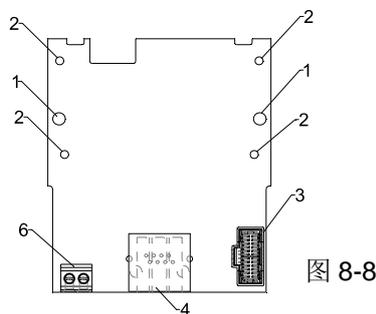
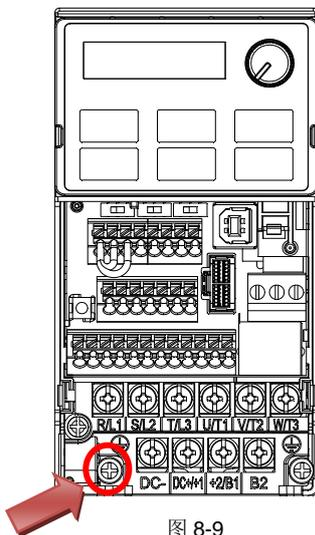
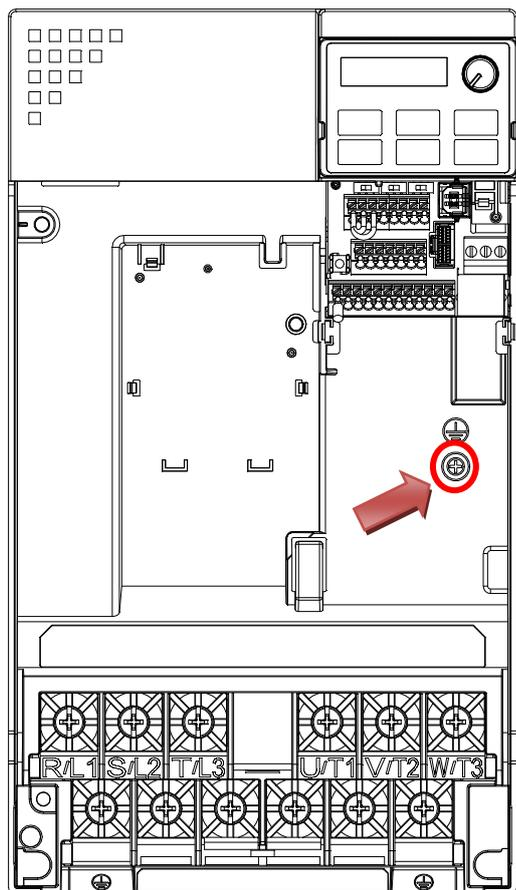

图 8-8
图 8-9
图 8-11
- 接地安装：接地线 B 端连接至配件卡的接地端子台(如图 8-8 配件卡 CMM-MOD01 编号 6 处，其他配件卡的接地端子台请见第八章各小节说明)；接地线 A 端连接至变频器的 PE (如图 8-9~图 8-11 各框号箭头所指圆圈处)。